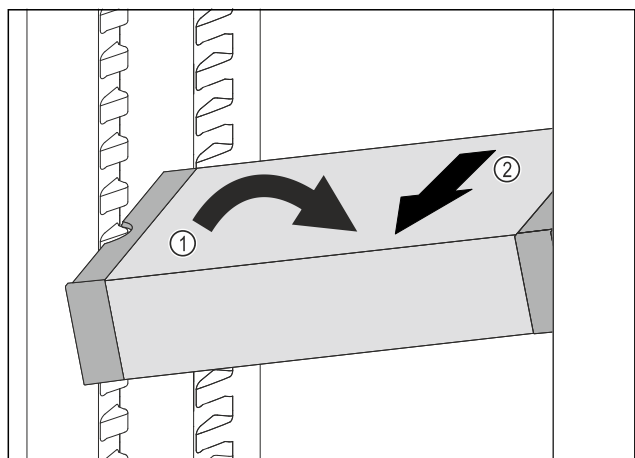

Fig. 122
- ▶ Расположите VarioSafe в холодильном отделении под наклоном. Fig. 122 (1)
- ▶ Извлеките VarioSafe движением вперед. Fig. 122 (2)